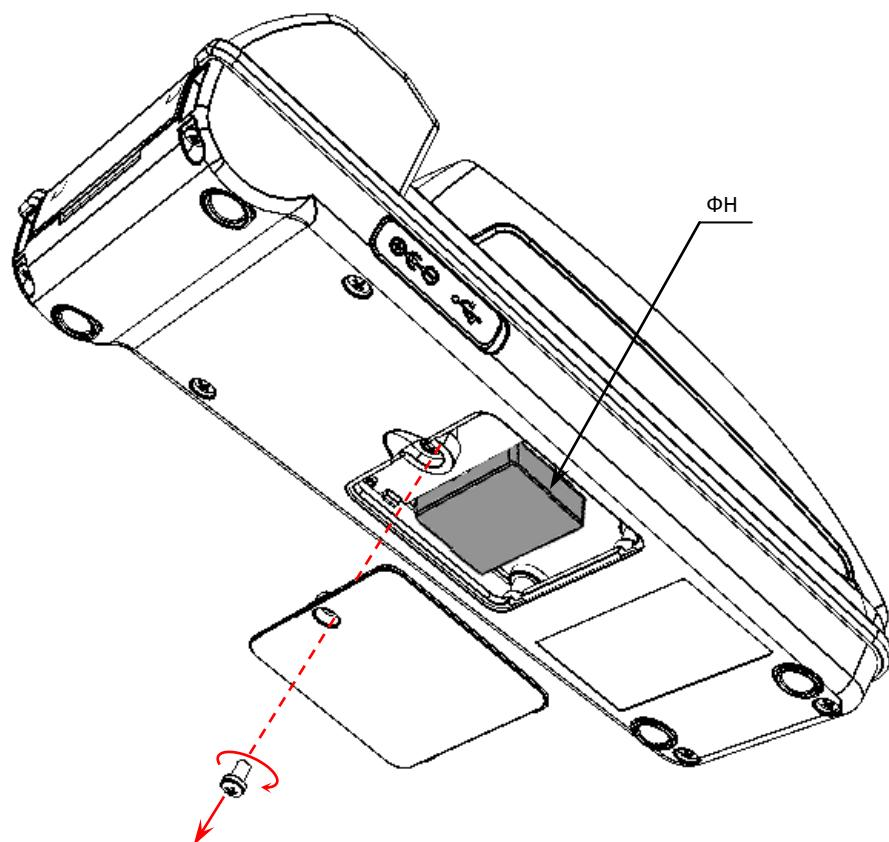

Рисунок 8. Расположение ФН в корпусе ККТ
5. Установить новый экземпляр ФН на место старого (ФН крепится к внутренней поверхности отсека на двухсторонний скотч на вспененной основе,смотрите рисунок 8).
2. Открутить винты крепления крышки в нижней части корпуса изделия (смотрите рисунок 8 данной инструкции). Снять крышку отсека для ФН.